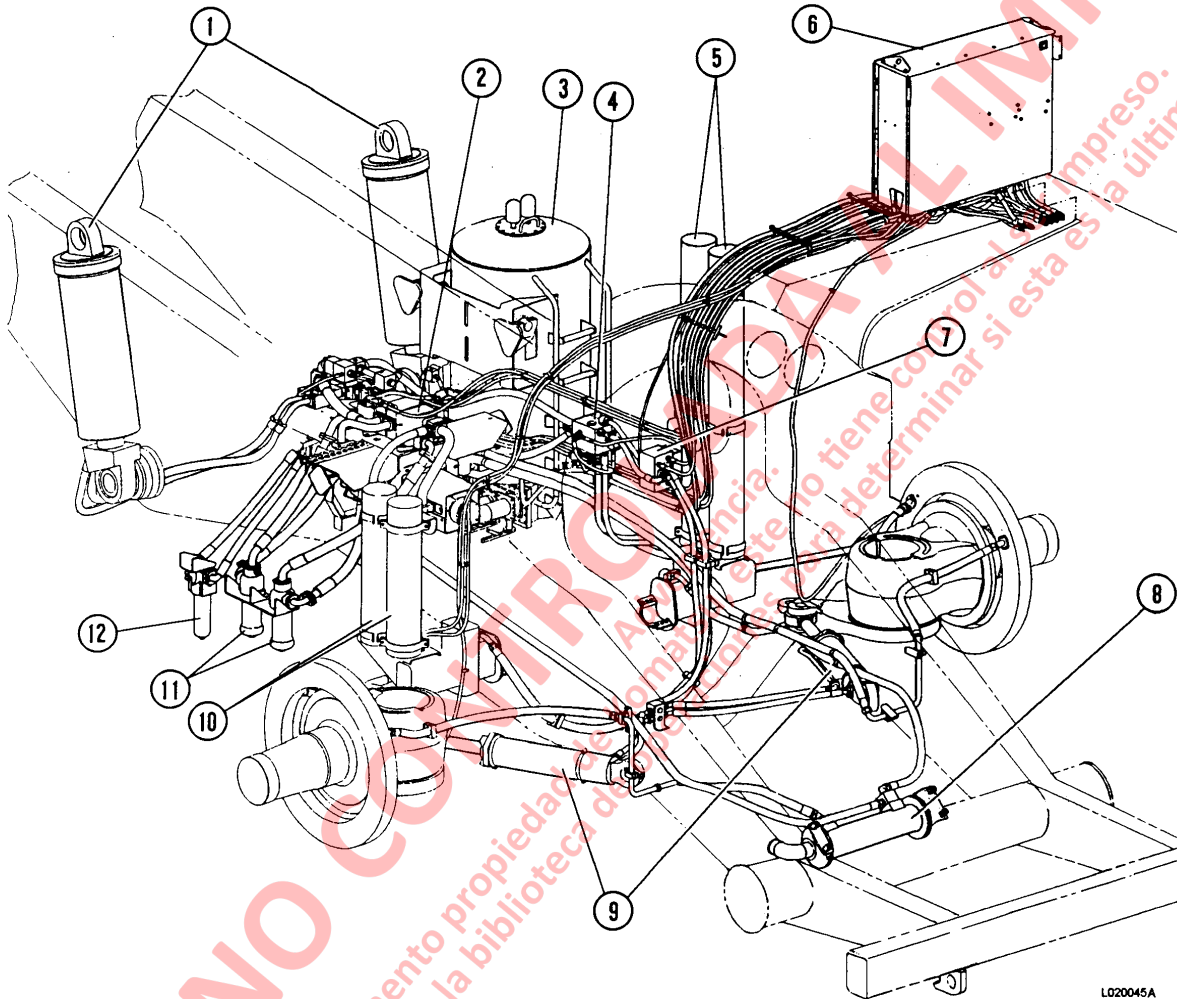
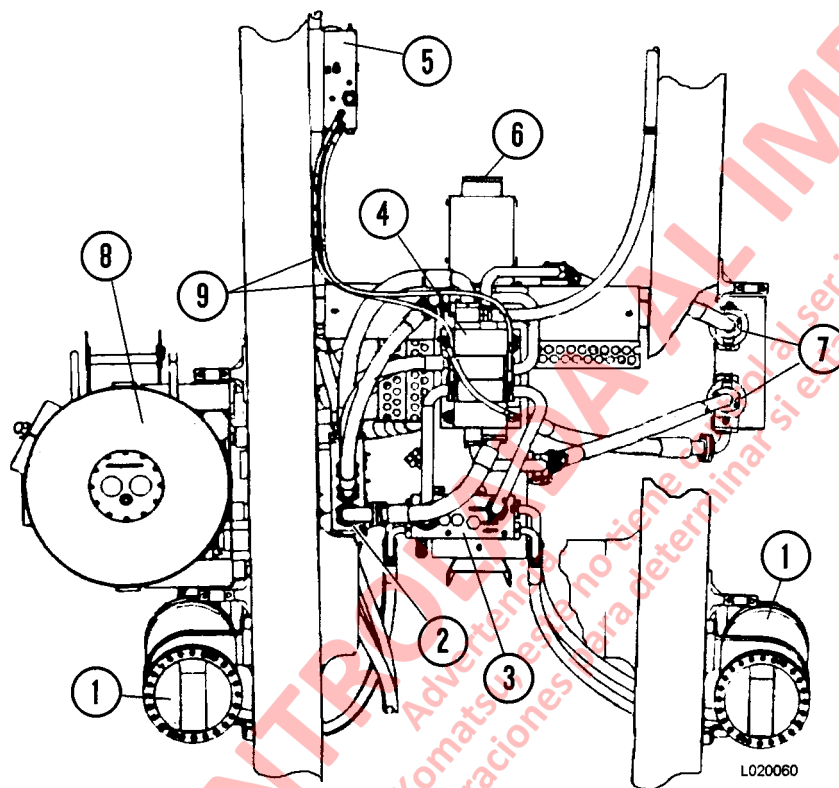

FIGURA 2-1. COMPONENTES Y TUBERIAS SISTEMA HIDRAULICO
FIGURA 2-2. TUBERIA DE LA BOMBA DE ELEVACION (Vista Superior)
Nota: La Figura 2-1 ilustra la ubicación general de los componentes hidráulicos en modelos anteriores. Consulte la Figura 2-2 a 2-5 para los componentes instalados en los camiones actuales.
Los circuitos de la dirección, elevación y de freno comparten un estanque hidráulico común (3, Figura 2-1). El estanque se encuentra ubicado en la parte izquierda del chasis, delante de las ruedas traseras. La capacidad de servicio del estanque es de 250 galones (947 litros). Se debe utilizar aceite hidráulico tipo C-4 para el sistema hidráulico.
El aceite hidráulico proveniente del estanque (8, Figura 2-2) es suministrado a una bomba de engranajes del circuito de elevación, 246 GPM (931 l/min.) @ 1900 RPM y 2500 psi (17.5 Mpa) de capacidad. El aceite de la lumbrera de salida de la bomba va a los filtros de alta presión (7) y luego entra a la válvula de elevación (4).
La válvula de elevación dirige el flujo de aceite a los cilindros de elevación (1) cuando el operador mueve la palanca de control de volteo de la tolva. La palanca de volteo de la tolva está conectada a la válvula piloto de elevación, ubicada en el gabinete de componentes hidráulicos por medio de un cable de control flexible. Si la palanca de control está en posición de flotación, el aceite vuelve al estanque hidráulico a través del múltiple de Aceite de Retorno de Elevación/Frenos (2, Figura 2-2) y también fluye a través del circuito del freno de disco para enfriar el sistema de frenos de disco húmedo. El calor generado durante la aplicación del freno de servicio se extrae por medio de un intercambiador de calor aceite – agua (1, Figura 2-5).